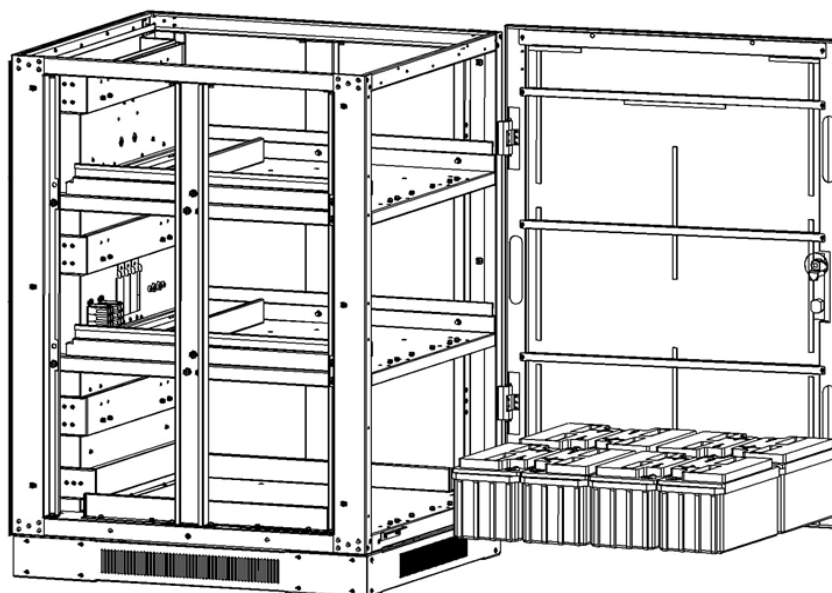
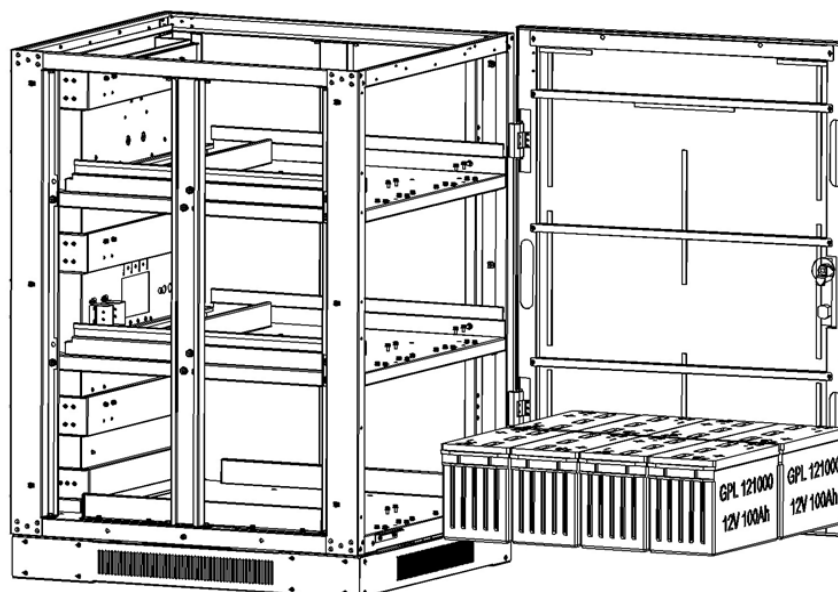

Figure 5-9 : modèle BP240V65-NIB
Figure 5-10 : modèle BP240V100-NIB
4. Installer 8 modules de batteries dans la couche 1 (Figure 5-9 : modèle BP240V65-NIB ou Figure 5-10 : modèle BP240V100-NIB).